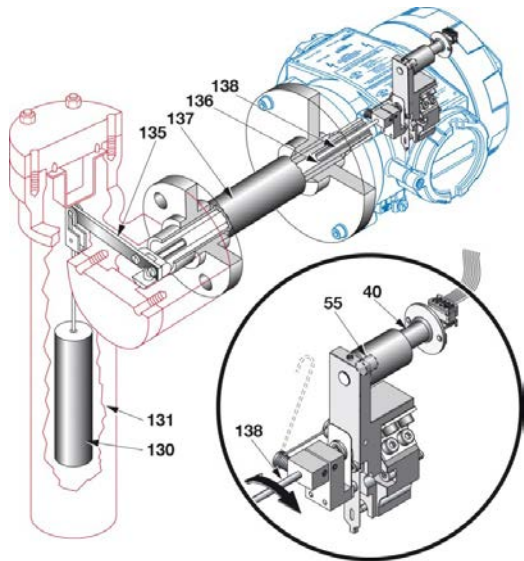

Рис. 1. Принципиальная схема
Изменение уровня жидкости влияет на чистый вес буйка (130), тем самым увеличивая или уменьшая нагрузку на торсионную трубку (136) на величину, прямо пропорциональную изменению уровня жидкости. Последующее вращение стержня (138) (см. рис. 1) изменяет магнитное поле вокруг свободного от трения бесконтактного датчика (40). Генерируемый датчиком сигнал изменяет ток в контуре пропорционально уровню жидкости в резервуаре.